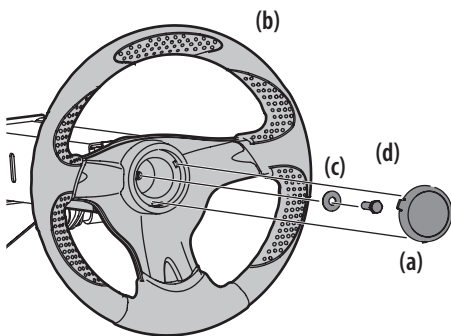

Figure 2-6
3. Insérez la rondelle Belleville (c) sur le volant de direction (b) et fixez-la avec un boulon hexagonal (d). Voir Figure 2-6.